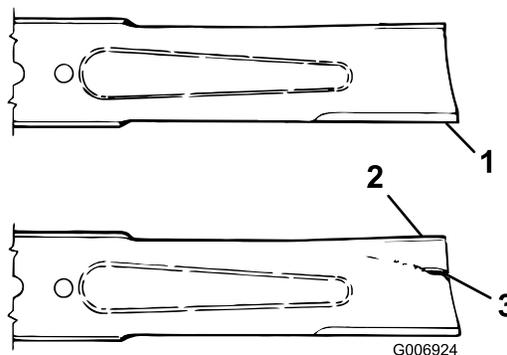

Figure 17
3. Examinez attentivement les tranchants de la lame, particulièrement au point de rencontre de la partie plane et de l'ailette (**Figure 17**).
4. Remplacez la lame si elle est usée (**Figure 17**) ; voir Entretien du plan de la lame \(page 12\).
Si la lame est trop usée, une entaille se forme entre l'ailette et la partie plane (**Figure 17**). La lame peut alors se briser et un morceau être projeté du dessous de la machine, vous blessant gravement ou une personne à proximité.